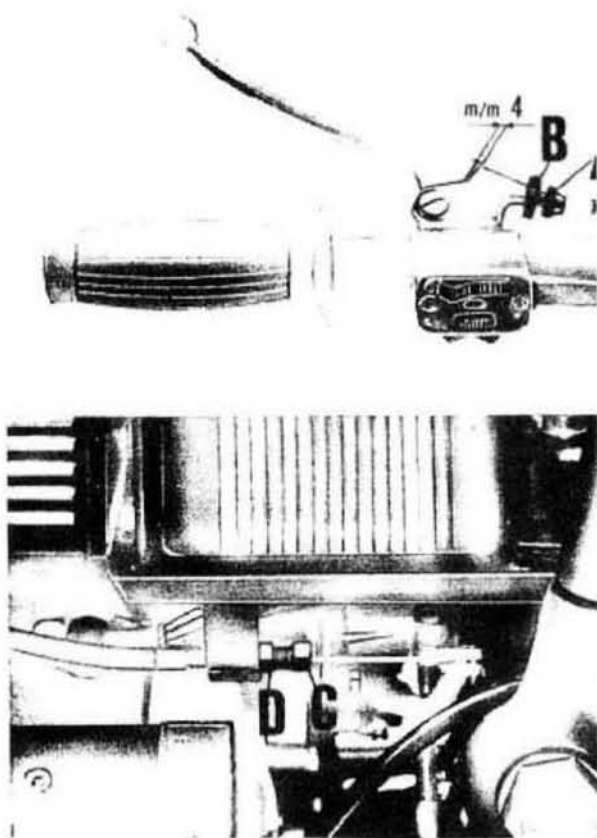

Fig. 83
La registrazione può essere effettuata anche agendo sul tendifilo (C) dopo aver svitato il dado (D) avvitati alla piastra porta batteria (vedere fig. 83).